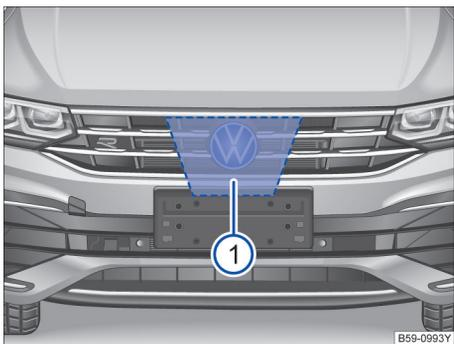

图 129 VW 标志后方的散热器格栅内：雷达传感器
①
为探测交通情况，VW 标志后方的散热器格栅内安装有一个雷达传感器 → 图 129 ①。因此可识别最远约 100 m 的前车。
雷达传感器前方和四周的区域 → 图 129 不得被贴签、附加大灯、牌照装饰框或其他类似物体遮盖，因为这样做可能会影响车前测距监控系统的功能。